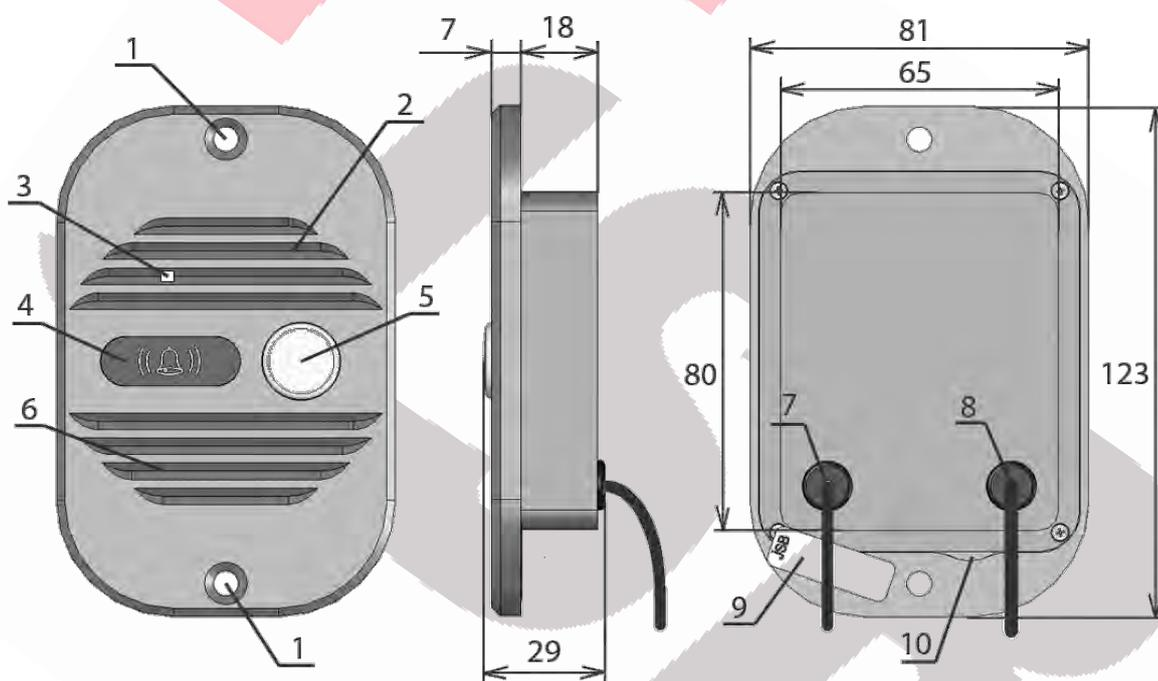

Рис. 1. Назначение основных узлов панели:
**Внимание!** При установке не следует герметизировать заднюю крышку вызывной панели, через водосток (10 на рис. 1) и зазоры в задней крышке стекает влага, попавшая в вызывную панель. Герметизация задней крышки приводит к накоплению влаги внутри панели и выходу панели из строя!